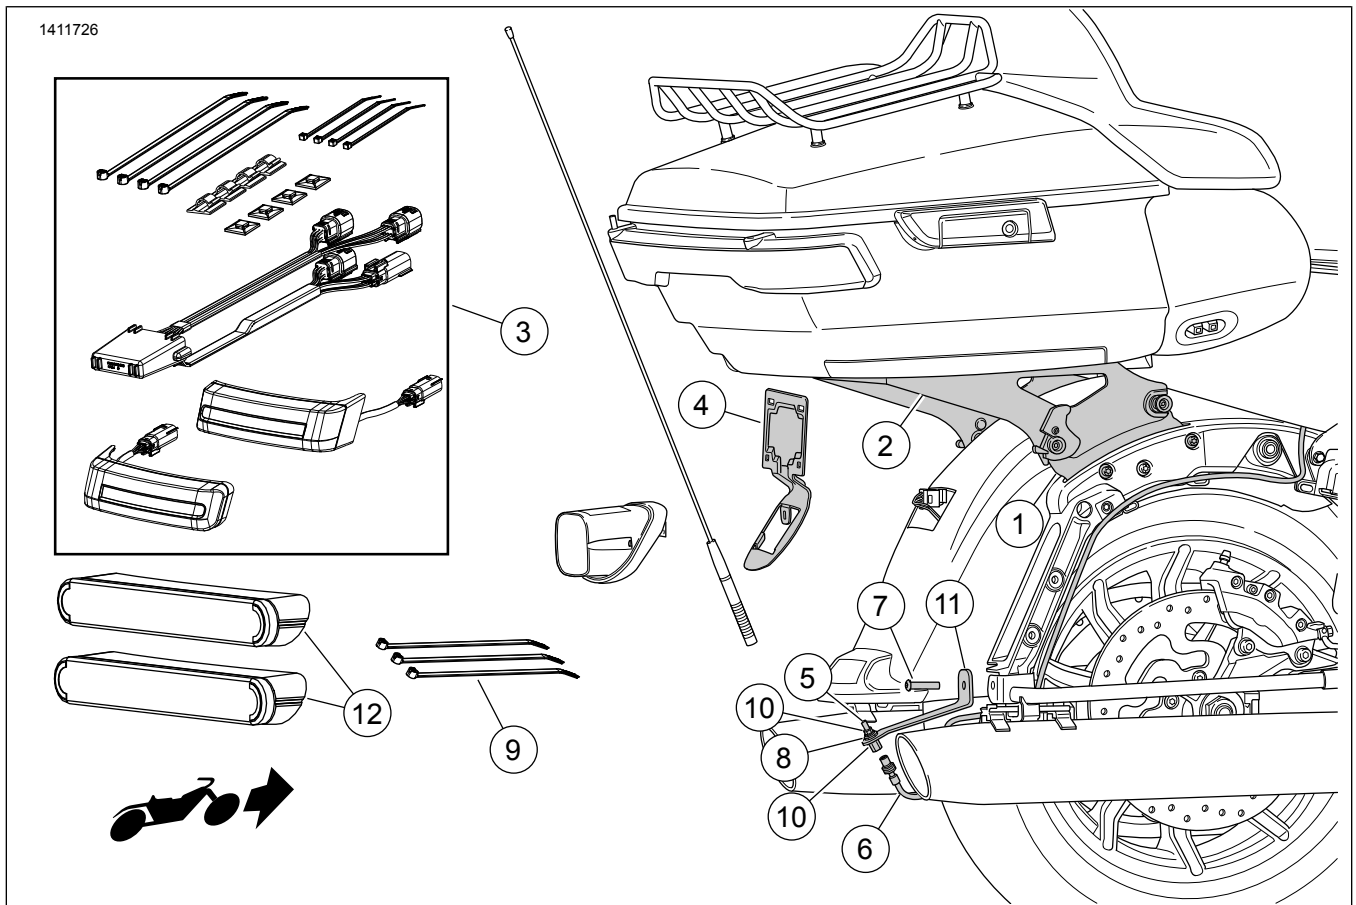
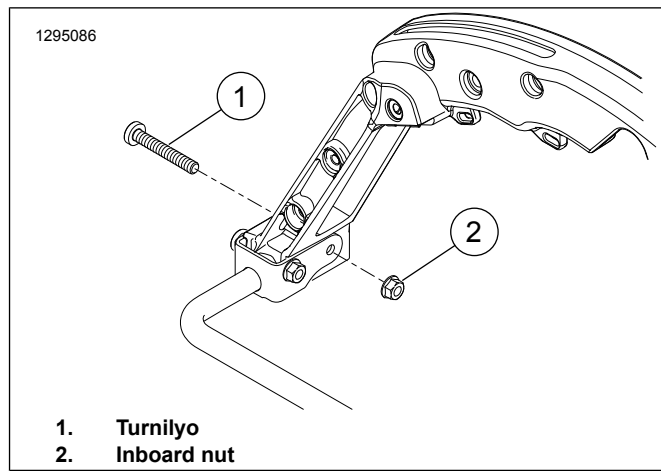
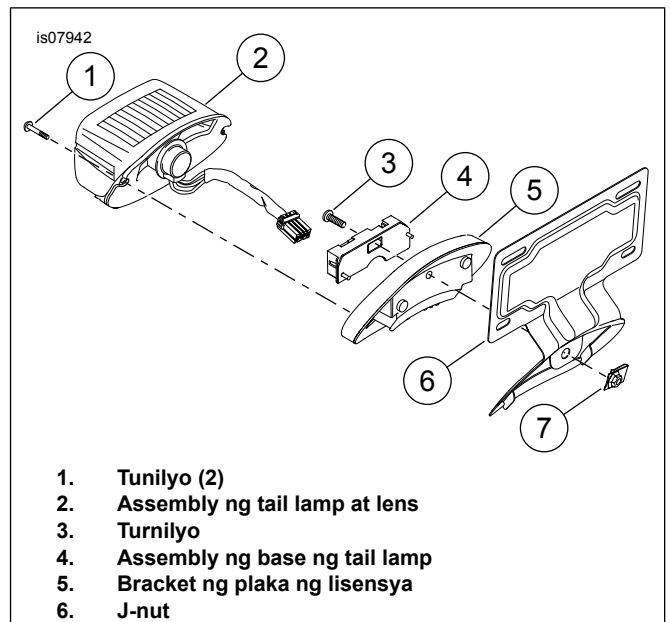

Figure 1. Mga Nilalaman ng Kit: Pang-mount na Rack ng Naaalis na Tour-Pak
Figure 6. Pag-aalis ng OE na Turnilyo
Figure 7. Ikabit ang Bracket ng Plaka ng Lisensya
7. Tingnan ang Figure 7 . Alisin ang tail lamp at base ng tail lamp.
- a. Alisin ang mga turnilyo (1).
- b. Idiskonekta at alisin ang assembly ng tail lamp at lens (2).
- c. Tandaan ang mga lokasyon ng pangkonekta sa base ng tail lamp (4) upang mapadali ang pagkakabit.
- e. Alisin ang turnilyo (3) at base ng tail lamp.
9. Tingnan ang Figure 6 . Alisin ang kanang inboard nut (2). Itapon ang turnilyo (1).
1. Tingnan ang Figure 1 . Ikabit ang Docking Hardware Kit (1) alinsunod sa mga tagubilin sa **kit na iyon** .
2. Ikabit ang LED Saddlebag Run/Brake/Turn Lamp Kit (3) alinsunod sa mga tagubilin sa **kit na iyon** .
3. Tingnan ang Figure 7 . Ikabit ang bracket ng plaka ng lisensya.
- a. Ikabit ang bracket ng plaka ng lisensya (5) sa fender.
- c. Ikabit ang base ng tail lamp sa ibabaw ng bracket ng plaka ng lisensya. Ipirmi sa posisyon gamit ang turnilyo (3).
- e. Ikonekta ang assembly ng tail lamp at lens sa base ng tail lamp. Ikabit ang assembly ng tail lamp at lens sa base at ipirmi sa posisyon gamit ang mga turnilyo (1).
- e. Ikabit ang antenna mast base (joint assembly) (6) sa ekstensyon ng kable ng antenna.
Tingnan ang Figure 1 . Markahan ang lokasyon (12) ng reflektor.